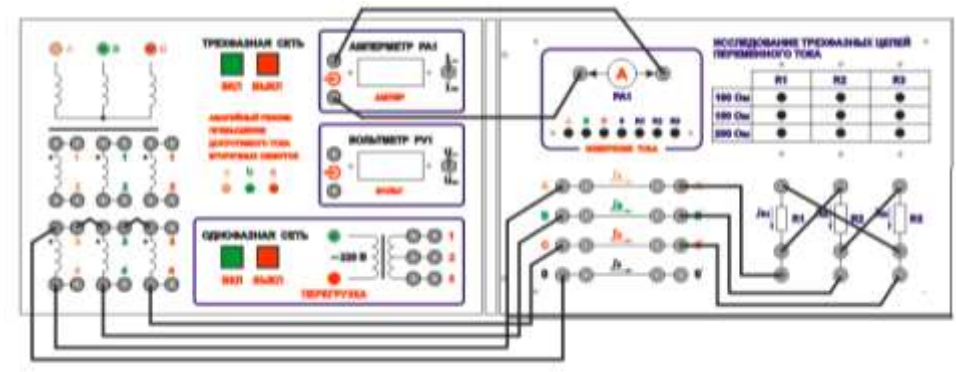

Рис. 3
5. Собрать электрическую цепь «треугольником» (рис. 4) по монтажной схеме (рис. 3). Изменяя сопротивление переменных резисторов в фазах, измерить амперметром  $PA1$  значения линейных  $I_{\mathcal{L}}$  и фазных  $I_{\mathcal{F}}$  токов, а вольтметром  $PVI$  значения линейных  $U_{\mathcal{L}}$  напряжений для различных режимов работы цепи: